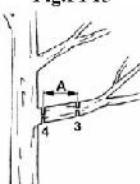

Fig PP14
5.7.2- Corte de ramas gruesas a ras (Fig.PP14)